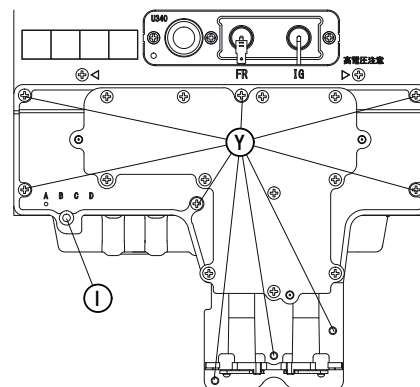
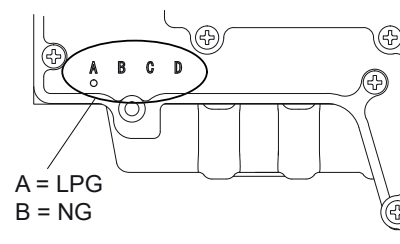

Fig.1
Fig.2
2. Rimuovere lo scintillatore (vite 'I' - Fig.1) e sostituire il collettore gas (viti 'Y' - Fig.1). Il tipo di gas del collettore è indicato sul collettore (Fig.2).